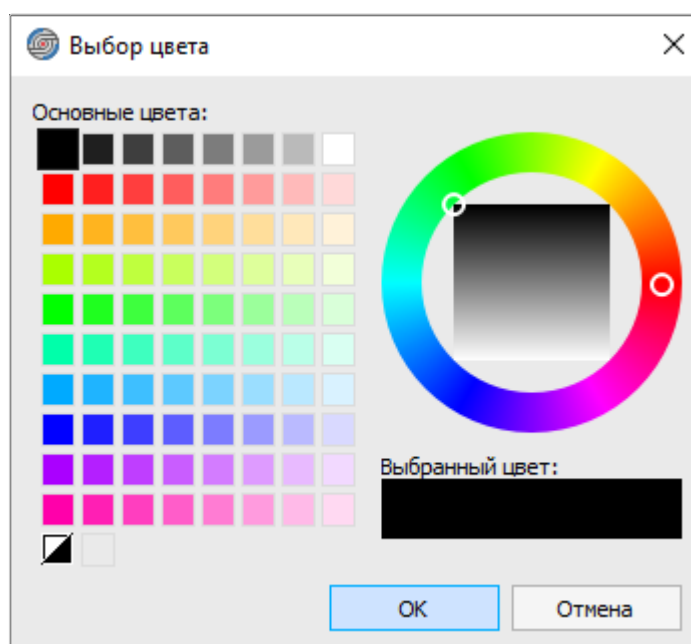

Рисунок 215. Диалоговое окно «Выбор цвета»
- «Цвет текста» — выбор цвета для текстовой надписи. В открывшемся диалоговом окне «Выбор цвета» (см. рисунок 215) щелкнуть по нужному цвету и нажать на кнопку ОК.